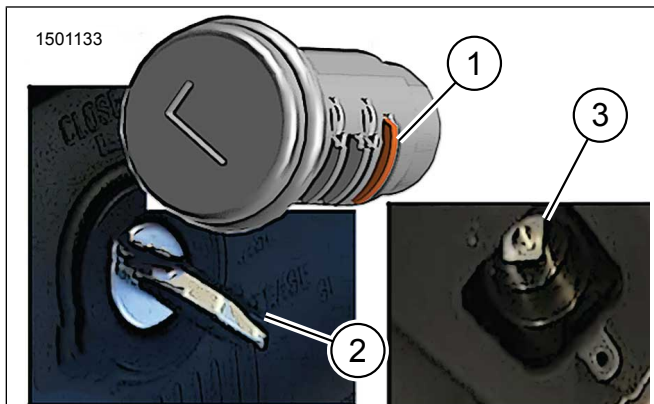
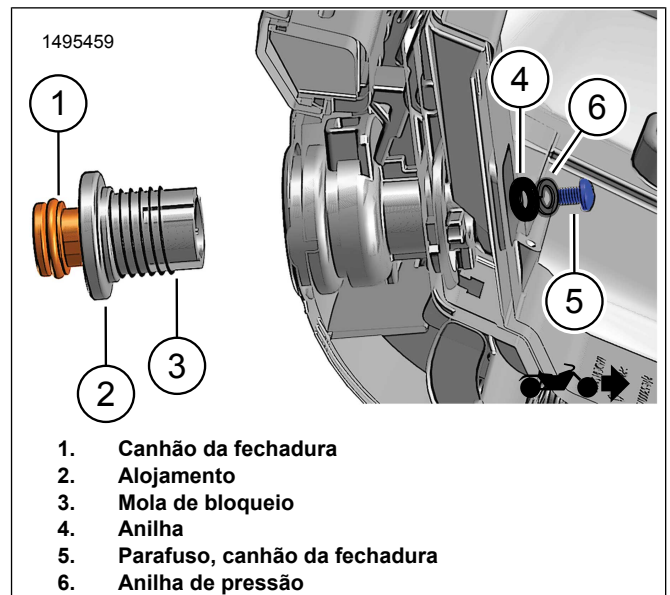

Figura 8. Pino de Desbloqueio - Posição de Desbloqueio
Figura 9. Instalar a Fechadura na Caixa Superior
1. Figura 8 Posicionar o rotor, definido para a posição de desbloqueio.
2. Figura 9 Instalar a caixa (2) e a mola de bloqueio (3) no canhão da fechadura (1).
3. Figura 8 Instalar a fechadura.
- a. Alinhar o pino de retenção (1) na posição de desbloqueio (2).
- b. A saliência quadrada na fechadura deve coincidir com a abertura quadrada no rotor (3).
4. Figura 9 Instalar a anilha (4), a anilha de bloqueio (6) e o parafuso (5). Aperte à mão.